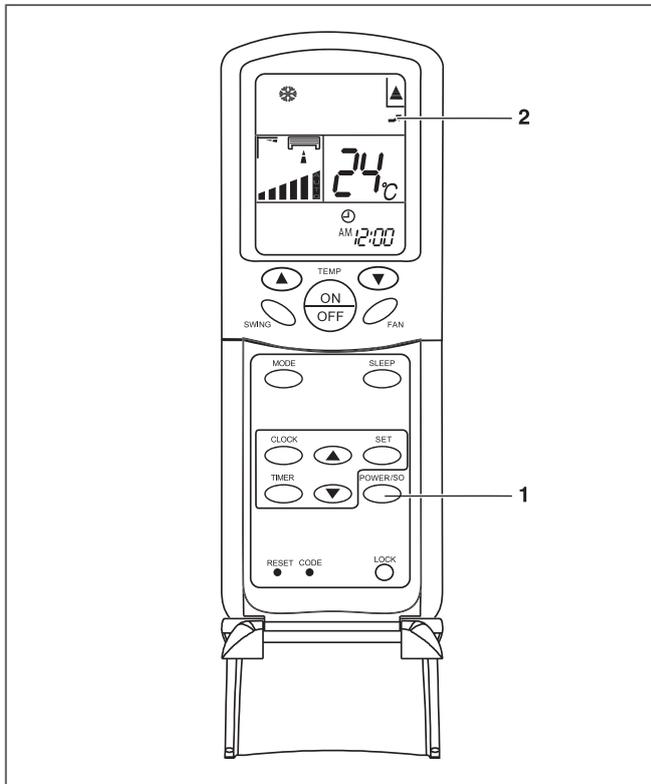

Abb. 7.23 Auswahl der POWER/SOFT-Funktion.
- Drücken Sie die Taste POWER/SOFT. Mit jedem Drücken ändert sich die Konfiguration des Displays, siehe Abbildung 7.23.